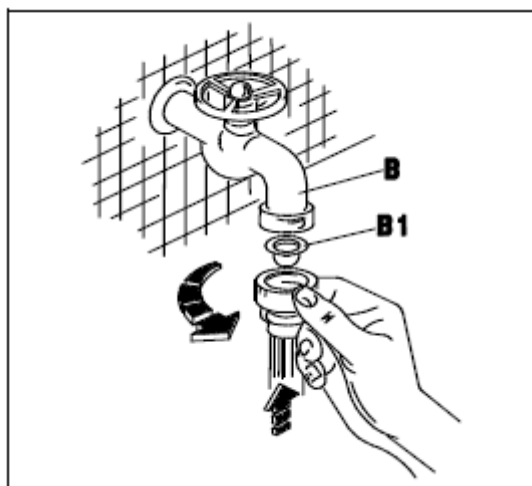
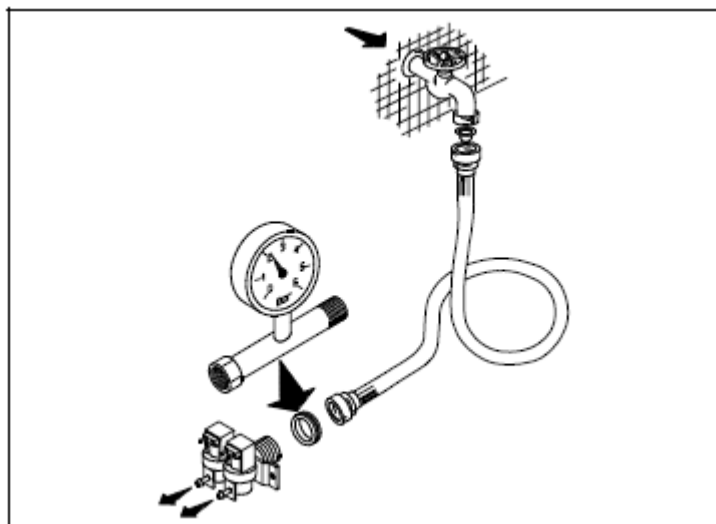
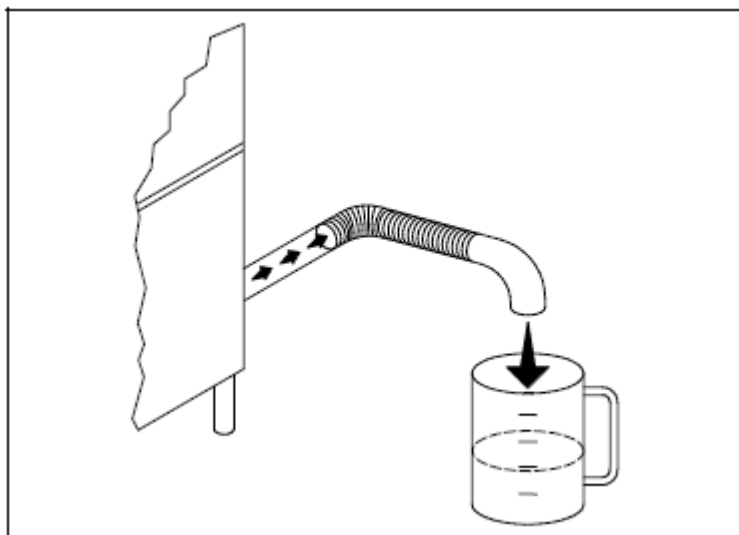

Рис. 2-2
Рис. 2-4
Рис. 2-5
- Оборудование было спроектировано для подключения к холодному или горячему водоснабжению (максимум 50-55°C) с соответствующим давлением и вентилем подачи воды, как показано в таблице 2-1, и минимальной подачей воды 10 литров в минуту. Если давление превышает максимально допустимое, установите редуктор давления, если давление меньше минимального, установите бустерный насос давления с максимальной мощностью 0,5 л.с. и производительностью 20 литров в минуту и высотой напора 15÷20 м. Необходимо измерить давление на входе соленоидного клапана (см. рис. 2-4). Водопроводные трубы должны иметь внутренний диаметр не менее 16/18 мм (см. рис. 2-5). Подсоедините водопроводную трубу оборудования к вентилю подачи воды (В), который предпочтительно расположить вблизи от оборудования, установив специальный прилагаемый фильтр (В1) (см. рис. 2-2). Мы